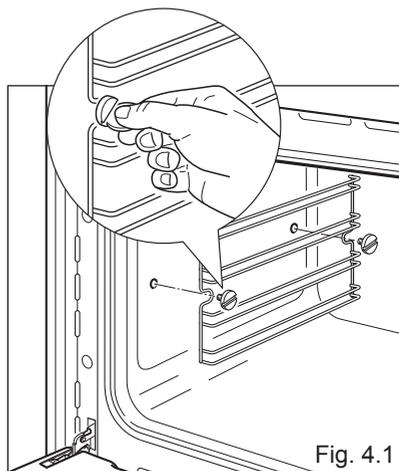

Fig. 4.1
- Montare i telai laterali fissandoli alle pareti del forno con 2 viti (fig.4.1).